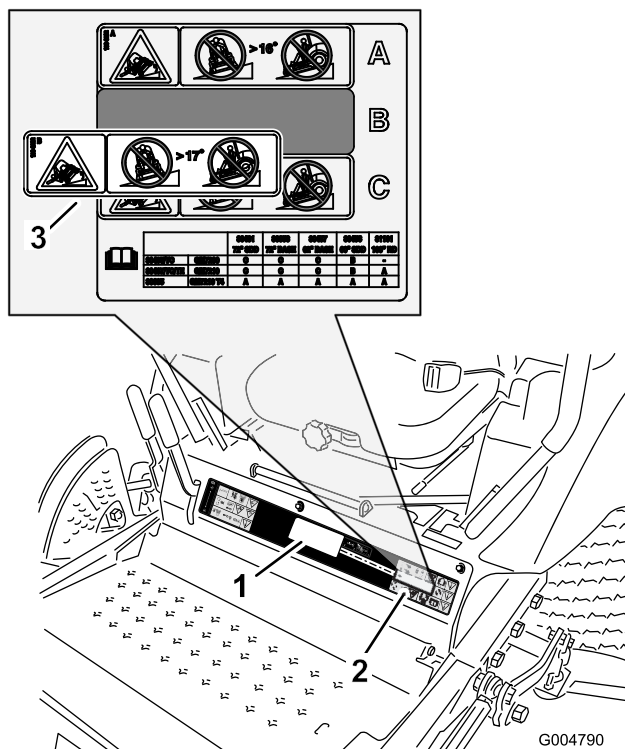

Figure 11
2. Nettoyez soigneusement l'autocollant existant sur lequel vous allez apposer l'autocollant de stabilité (Figure 11).
4. Décollez la pellicule protectrice au dos de l'autocollant, apposez-le par dessus l'avertissement de risque de basculement existant comme montré à la Figure 11, puis passez une raclette sur la surface de l'autocollant en partant du centre vers les bords et en empiétant légèrement à chaque passage pour éliminer les bulles d'air.